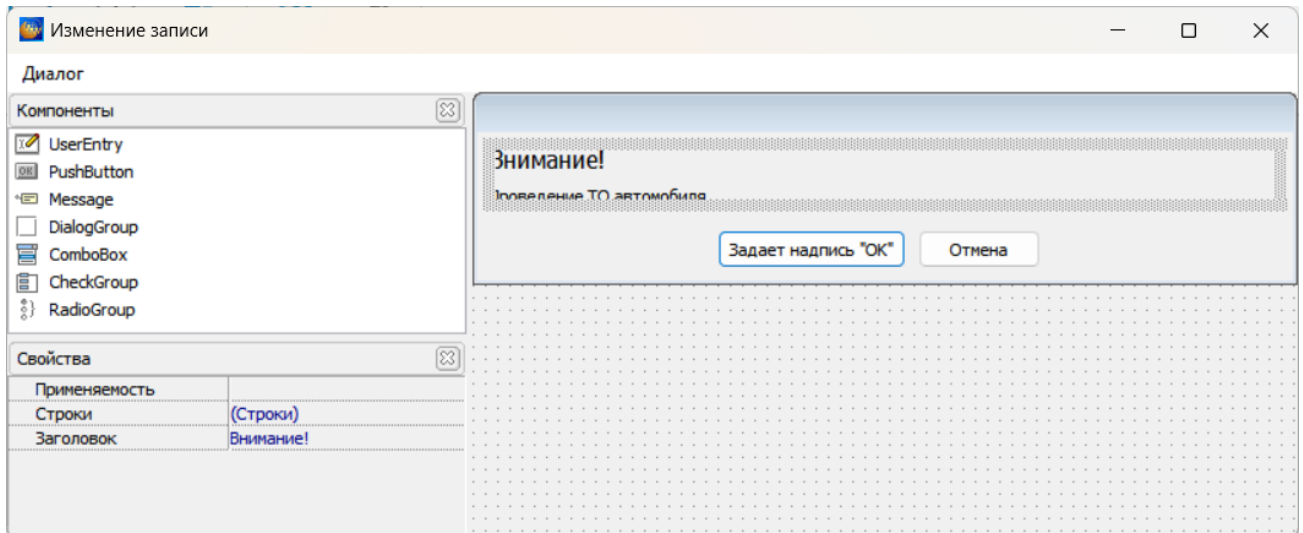

Рисунок 610
– Нажать кнопку «Ок» внизу окна, когда текст сообщения будет набран (рисунок 610).